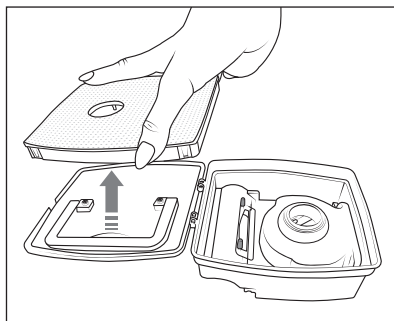

Fig. 9
- 4) Retirez le filtre EPA 7 du couvercle du bac à poussière 12. (voir figure 9).